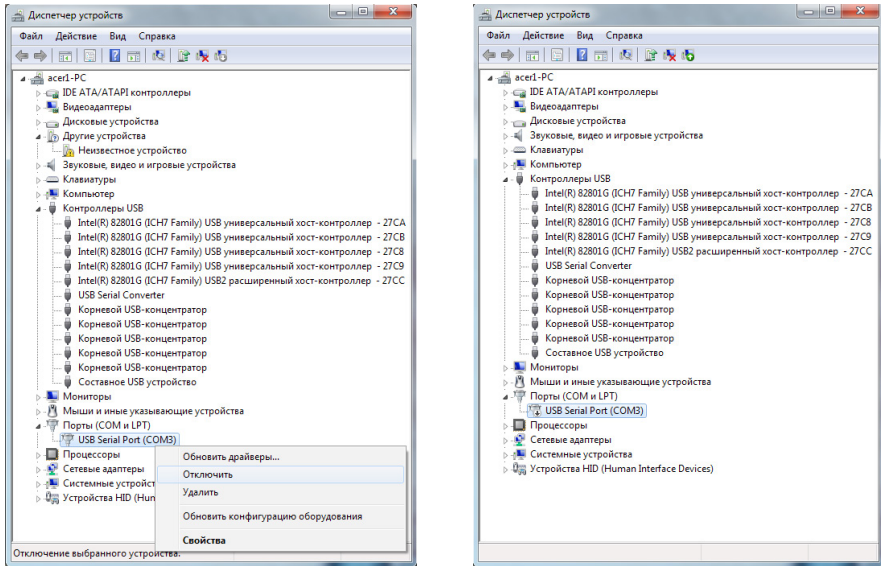

Рис.3. Установка драйверов для Microsoft Windows 7.
- Для нормального функционирования приборов АвтоГРАФ-GSM в среде Windows 7, необходимо отключить последовательный порт, созданный в процессе установки драйверов. Для этого необходимо щелкнуть правой кнопкой на устройстве USB Serial Port (COMx) (в разделе «Порты COM и LPT») и в появившемся контекстном меню выбрать пункт «Отключить», при этом значок устройства изменится с  на , как показано на Рис.3